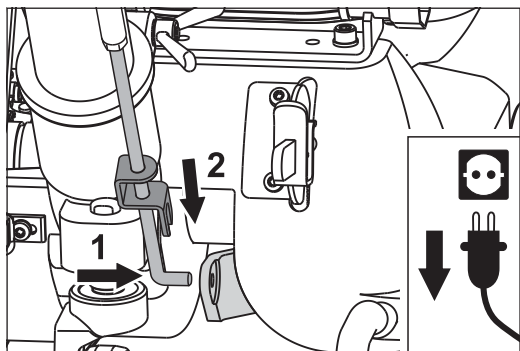

Abb. 3 Das Gestängeunterteil in die Abhebevorrichtung stecken (1) und mit dem Verschluss sichern (2).
- 3 Stecken Sie das Gestängeunterteil in die Bohrung an der Abhebevorrichtung (Abb. 3, 1) und sichern Sie das Gestänge mit dem Verschluss (Abb. 3, 2).